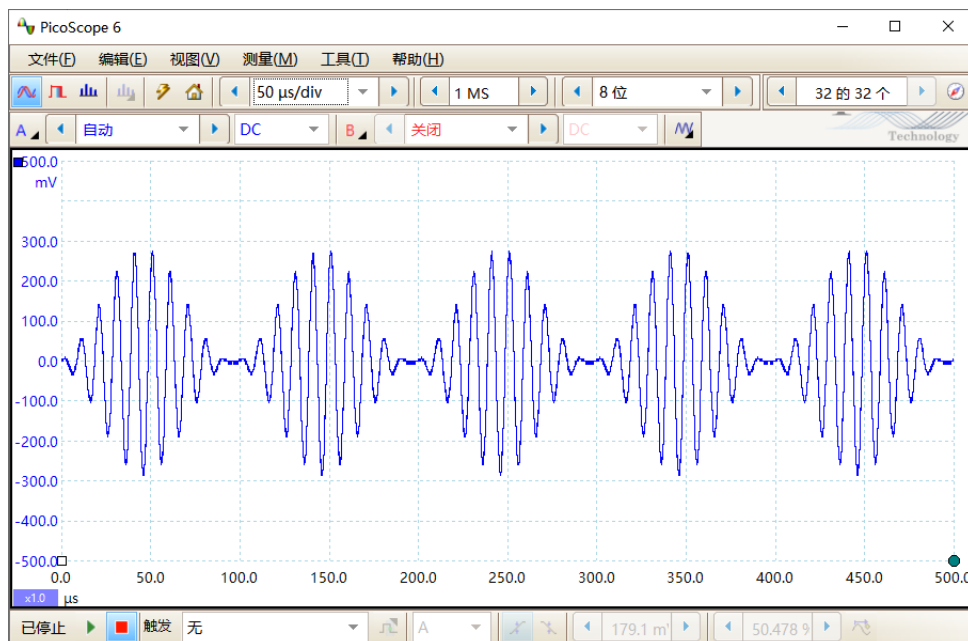

图 105. AM 调制信号的波形
1. 函数发生器设置 AM 调制模式，设置 100 kHz、200 mV_{rms} 的正弦波作为载波，设置 10 kHz、100% 的调幅深度的正弦波作为调制波。注意，函数发生器 AM 调制模式时，无论调幅深度设置多少，载波幅值都会减少一半，比如当前设置 200 mV_{rms}，实际只有 100 mV_{rms} 的幅度。函数发生器输出的波形图如图 105 所示：